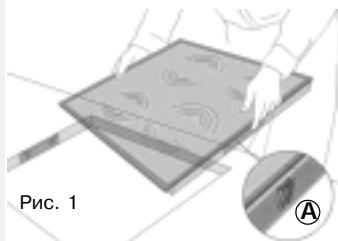

Рис. 1
- Установите 4 пружинных зажима (**A**) в соответствующие гнезда на ободе варочной панели, см. Рис. 1